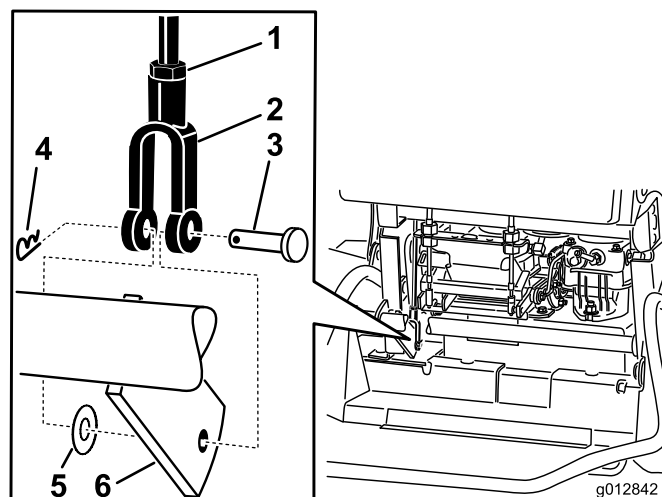

Figura 64
5. Para ajustar o travão, retire o contrapino tipo gancho e o passador de forquilha da alavanca inferior do travão e da culatra (Figura 64).
6. Desaperte a porca de bloqueio (Figura 64).
7. Rode a culatra. Para apertar o travão, rode a culatra para cima. Para soltar o travão, rode a culatra para baixo (Figura 64).
8. Fixe a culatra à alavanca inferior do travão com o contrapino tipo gancho e o passador de forquilha (Figura 64).
9. Aperte a porca de bloqueio (Figura 64).